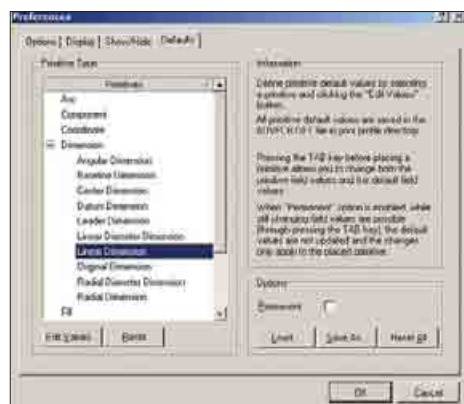

Рис. 13. Вкладка настройки параметров объектов по умолчанию
7. Выполним двойной щелчок левой кнопкой мыши на строке Linear Dimension (рис. 13).